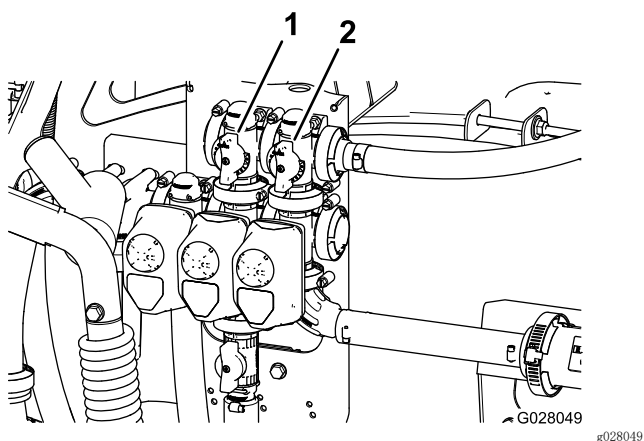

图31
11. 调节搅拌阀背面的搅拌旁通阀（图31），直至压力表上的读数为 6.9bar (100 psi)。
9. 调节主喷洒臂旁通阀手柄，控制药缸中的搅拌量（图31）。